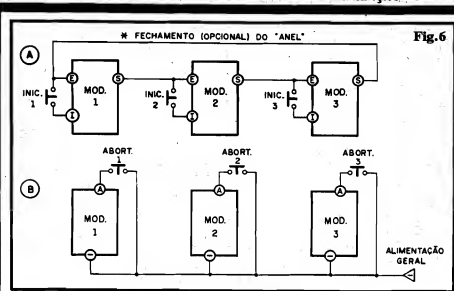

Fig.6
- FIG. 6 - ARRANJOS QUE PROPORCIONAM O INÍCIO OU "ABORTAMENTO" DE (OU "EM"... ) QUALQUER DOS MÓDULOS/FASES DA SEQUÊNCIA OU "ANEL" - Em certos processos industriais mais delicados, que exijam uma supervisão ou uma possibilidade de intervenção mais consistente por parte do operador ou supervisor, talvez sejam convenientes controles de "INICIAR" e/ou de "ABORTAR" individuais e "localizados", em cada uma de todas as fases... Vejamos os simples arranjos para se obter tais condições de controle: